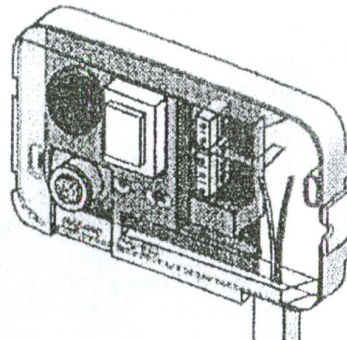

Рисунок 6
- 4) При использовании открытой электропроводки завести кабель в сигнализатор через отверстие снизу, применяя для прокладки кабелей короба или трубы ПВХ (рисунок 6).